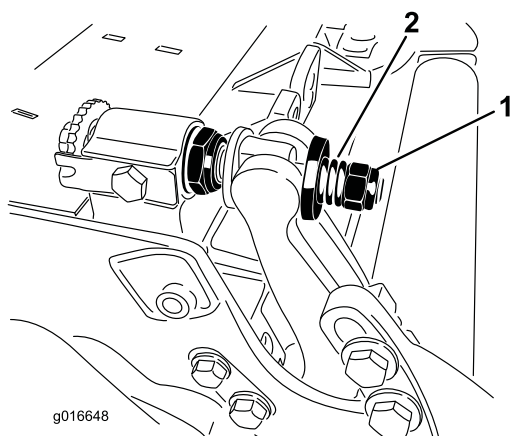

Figura 33
5. Apriete la tuerca de tensado del muelle hasta que el muelle esté comprimido del todo, luego aflójela 1/2 vuelta (Figura 33).